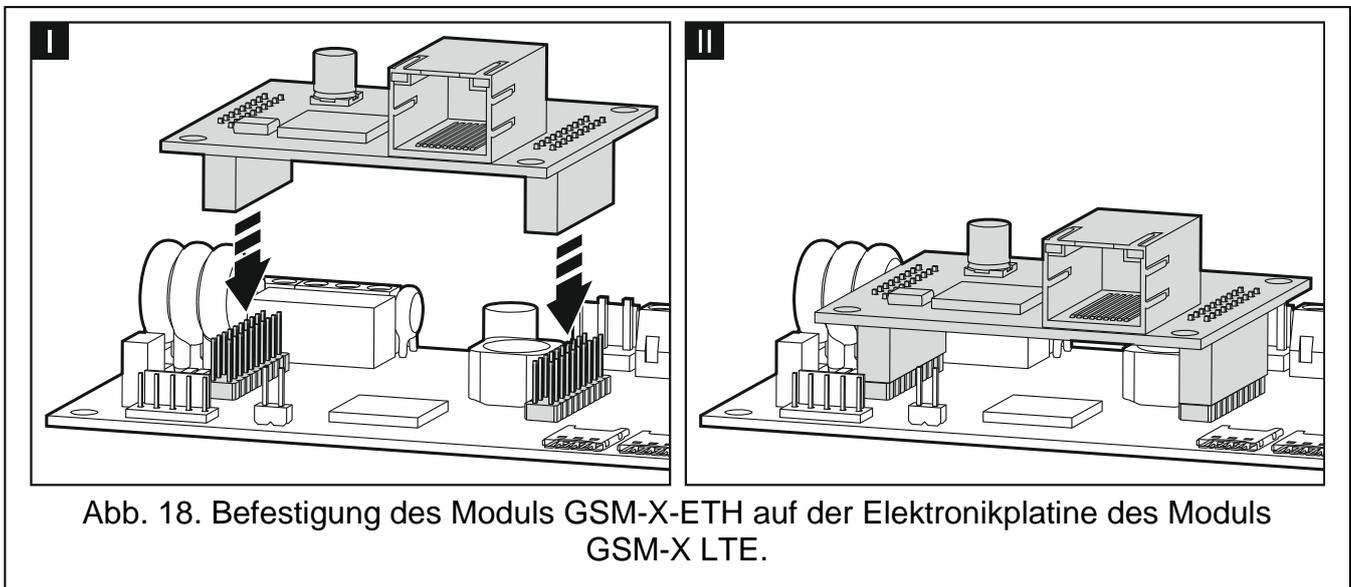

Abb. 18. Befestigung des Moduls GSM-X-ETH auf der Elektronikplatine des Moduls GSM-X LTE.
3. Montieren Sie das Ethernetmodul GSM-X-ETH in den Anschlüssen auf der Elektronikplatine des Moduls GSM-X LTE (Abb. 18).